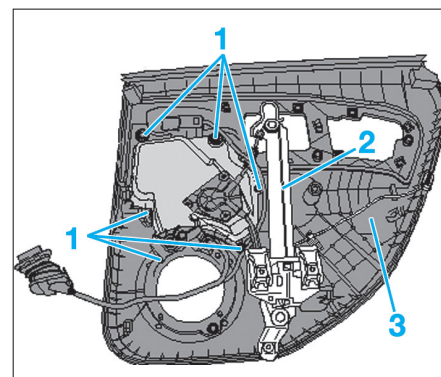

Fig. 67
- Dévisser les vis (1) du mécanisme de lève vitre (2) (Fig.67).
- Déposer le mécanisme de lève vitre de la garniture (3).